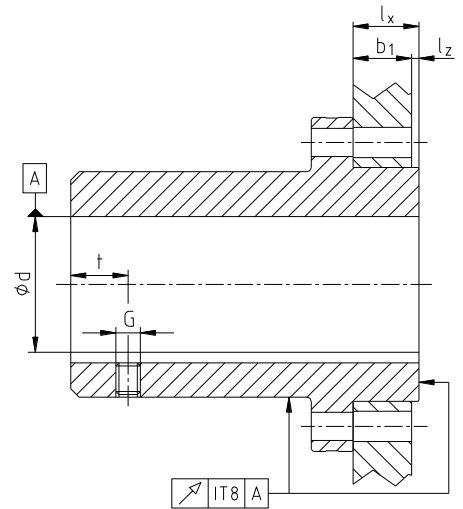

Bild 3: Rund- und Planlaufgenauigkeit
- Bei Herstellung der Kupplungsflanschbohrung durch den Kunden ist die Rund- bzw. Planlaufgenauigkeit (siehe Bild 3) einzuhalten.